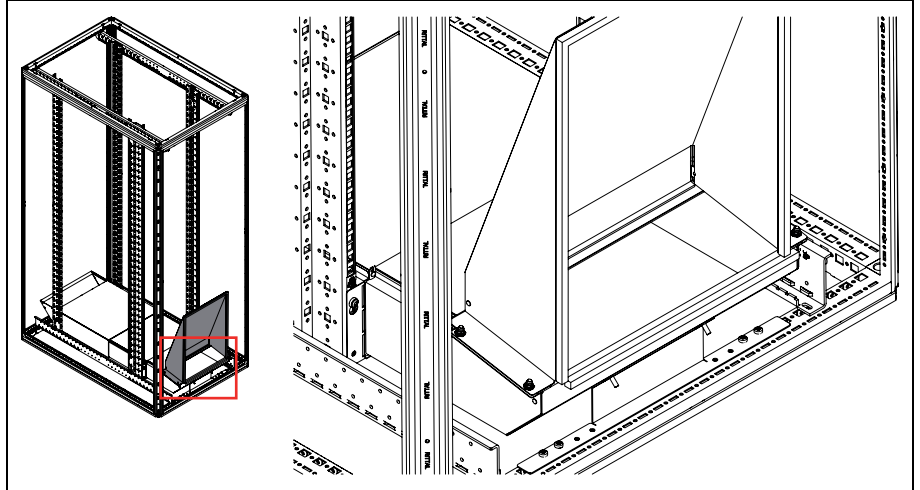

Abb. 21: Montage Luftkanal-Vertikalteil
- Montieren Sie den Luftkanal mit vier Polystop-Muttern (Polystop-Mutter M5) und jeweils einer Kontaktscheibe (Kontaktscheibe NZ/5,1 gezahnt) auf dem Horizontalteil (Abb. 21).